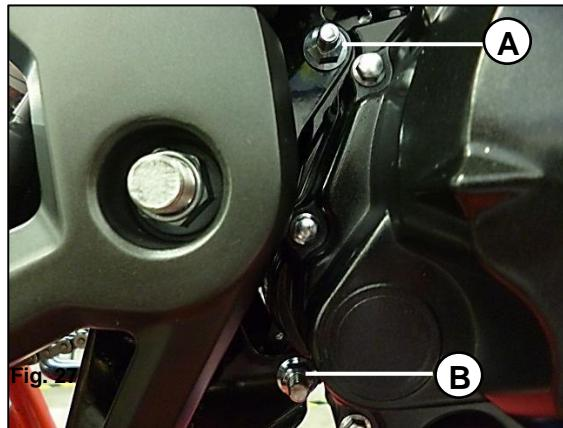

Fig. 27
Empezando por el superior (A) y por último el inferior (B). **Fig.27**